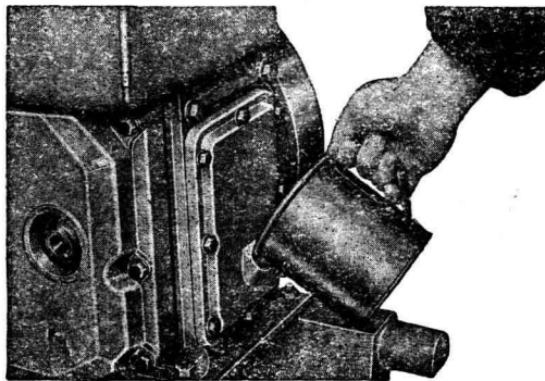
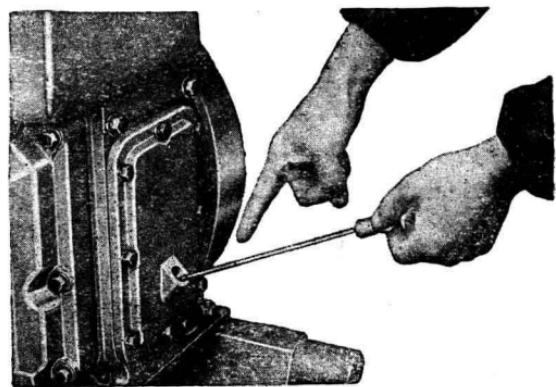

图1 加机油
图2 用油标尺测量油面高度
- 2.拔出油标尺，将清洁的润滑油注入曲轴箱（图1）。加入的机油量约2.5公斤，使曲轴箱油面处于油标尺上两条刻线的中间（图2）。注意：加油时不得超过上刻线，正常运转时不得低于下刻线。